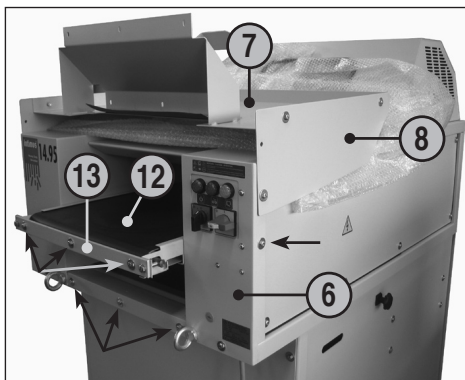

fig. 1
- 6 = Cassa (fig. 1, 2, 4)
- 7 = Piano (fig. 1, 2, 4, 5, 6)
- 8 = Lamiera di protezione (fig. 1, 2, 4)
- 12 = Nastro di trasporto (fig. 1, 2)
- 13 = Supporto del nastro di trasporto (fig. 1)
(fig. 1, 2 e 3):
1. Svitare le 3 viti con rondelle dalla parete anteriore della cassa (6) e dal lato frontale del supporto del nastro di trasporto (13) e la vite sotto ognuna delle lamiere di protezione (8) (v. frecce fig. 1).